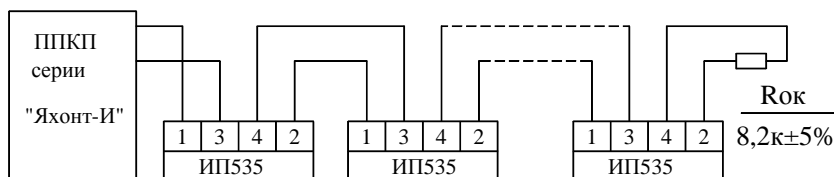

Рис.7.1. Схема подключения извещателей ИП535 к приборам серии «Яхонт И»
7.3 Произвести монтаж шлейфа сигнализации в соответствии со схемой, указанной для конкретного ППКП. Для приборов серии «Яхонт-И» монтаж проводить в соответствии со схемой рис. 7.1.